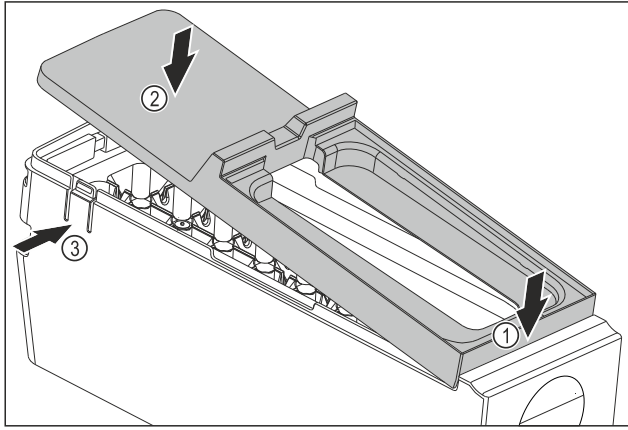

Fig. 77
- ▶ Montar la cubierta del EasyTwist-Ice: Colocar la cubierta por delante. Fig. 77 (1)
- ▶ Bajar la cubierta por detrás. Fig. 77 (2)
- ▷ La cubierta encaja en ambas lengüetas Fig. 77 (3) de forma audible.